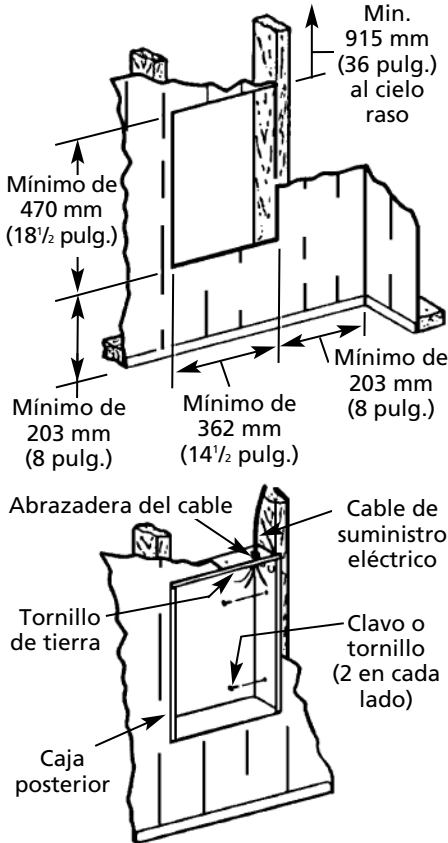

**Figura 2 – Ubicación de la Caja Posterior Empotrada en una Construcción Nueva**
1. Montaje de la caja posterior (consulte la Figura 2).
- c. Fije en posición la caja posterior con los tornillos o clavos para madera, como se muestra en la Figura 2.
2. Cableado de suministro eléctrico (consulte la Figura 2).
2. Cableado de suministro eléctrico (consulte la Figura 2)
- b. Fije en posición la caja posterior con los tornillos o clavos para madera (consulte la Figura 2).